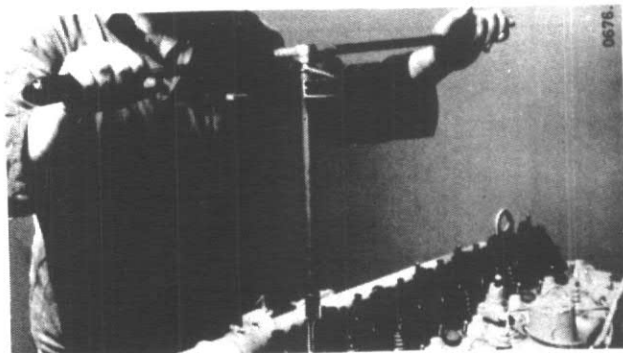

Figure 54
5. Remettez en place la culasse, après l'avoir munie d'un joint neuf pour assurer une bonne étanchéité. Serrez les boulons de la culasse en trois passes successives en suivant l'ordre indiqué fig. 54, 55, 56. Observez strictement le couple de serrage des boulons de culasse. Reportez-vous à "Couples de serrage spéciaux des écrous et boulons". N'utilisez jamais de boulons dont les filets sont endommagés car ceux-ci donnent un couple de serrage erroné.
Resserrez les vis de culasse au couple requis suivant l'ordre indiqué par les fig. 54, 55, 56.